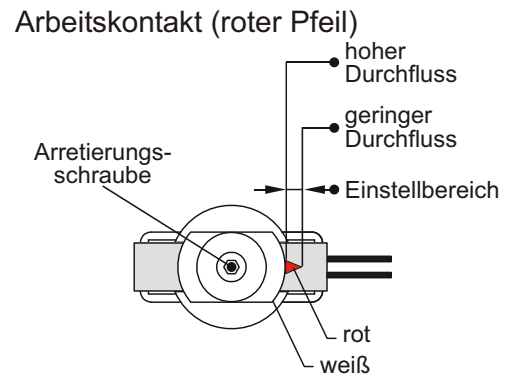
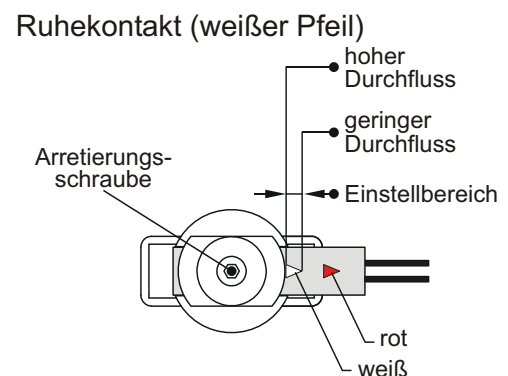

Abb. 18
Abb. 19
- ☞ Danach lösen Sie die Arretierungsschraube (Innen-sechskant SW2,5 bei Messing- und Edelstahlausführung bzw. Kreuzschlitz bei Kunststoffausführung) und verschieben die Schalteinheit so weit, dass bei gewünschtem Arbeitskontakt (Abb. 18) der rote bzw. bei Ruhekontakt (Abb. 19) der weiße Pfeil am Eingang der Führung der Schalteinheit sichtbar ist.